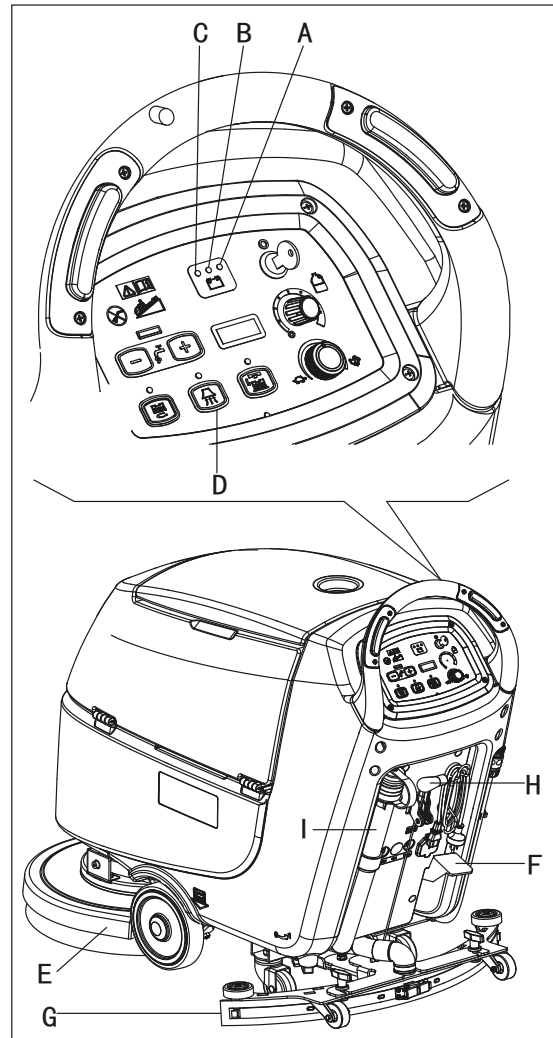
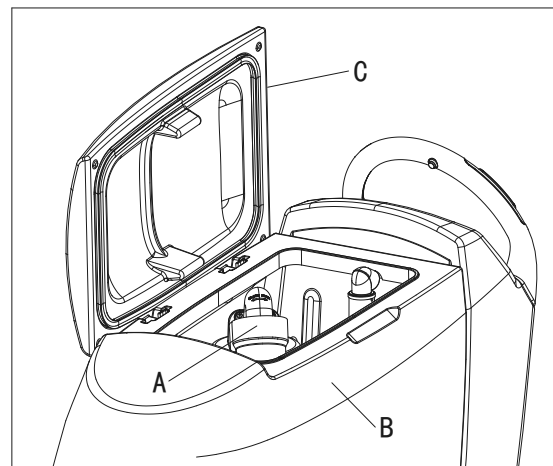

Figure 12
Figure 13
Jusqu'à ce que le témoin lumineux vert (A, Fig. 12) reste allumé, les batteries permettent à la machine de travailler normalement. Lorsque le témoin lumineux vert (A) s'éteint, et le témoin lumineux jaune (B) s'allume, il est conseillé de charger les batteries, parce que la charge restante ne durera que pendant quelques minutes (en fonction des caractéristiques de la batterie et du travail à effectuer). Lorsque le témoin lumineux rouge (C) s'allume, les batteries sont complètement déchargées. Après quelques secondes, la brosse/le support de disque est automatiquement éteint, tandis que le système d'aspiration et (uniquement pour les machine à traction) le système d'entraînement restent allumés, pour terminer le séchage du sol et conduire la machine à la zone de recharge.
Un système automatique de fermeture à flotteur (A, Figure. 13) bloque le système d'aspiration lorsque le réservoir d'eau de récupération (B) est plein. La désactivation du système d'aspiration est indiquée par une augmentation soudaine de la fréquence du bruit du moteur du système d'aspiration, le sol aussi ne s'est pas séché.
**Si le système d'aspiration s'éteint accidentellement (par exemple, lorsque le flotteur est activé en raison d'un mouvement soudain de la machine), pour reprendre l'opération: désactiver le système d'aspiration en appuyant sur le commutateur (D, Fig. 12), puis retirer le couvercle (C, Fig. 13) et vérifier que le flotteur à l'intérieur de la grille (A) a baissé jusqu'au niveau de l'eau. Ensuite, remettre le couvercle (C) et mettre le système d'aspiration en appuyant sur le commutateur (D, Fig. 12).**
Lorsque le réservoir d'eau de récupération (B, Fig. 13) est plein, le vider selon la procédure suivante.
2. Soulever la tête de brosse de la brosse/du support de disque (E, Fig. 12) en appuyant sur la pédale (F). (seulement pour machine à disque)
3. Soulever la raclette (G) avec le levier (H).
5. Vider le réservoir d'eau de récupération avec le tuyau (I). Ensuite, rincer le réservoir (B, Fig. 13) avec de l'eau propre.